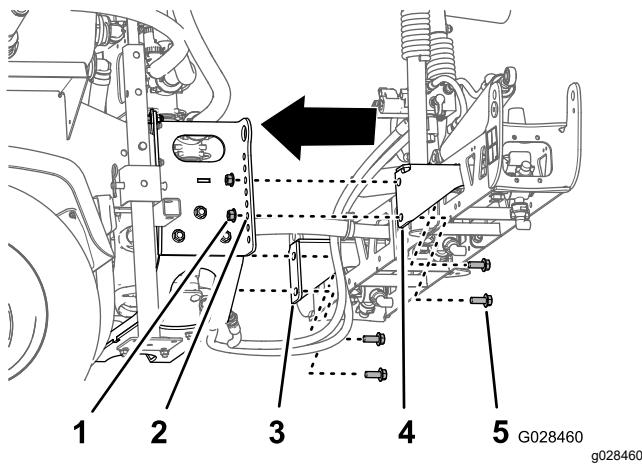

Figure 37
2. Placez le trou inférieur des supports de section de la rampe centrale en face du troisième trou en partant du bas des supports de rampe sur le cadre du patin du pulvériseur, comme montré à la Figure 37.